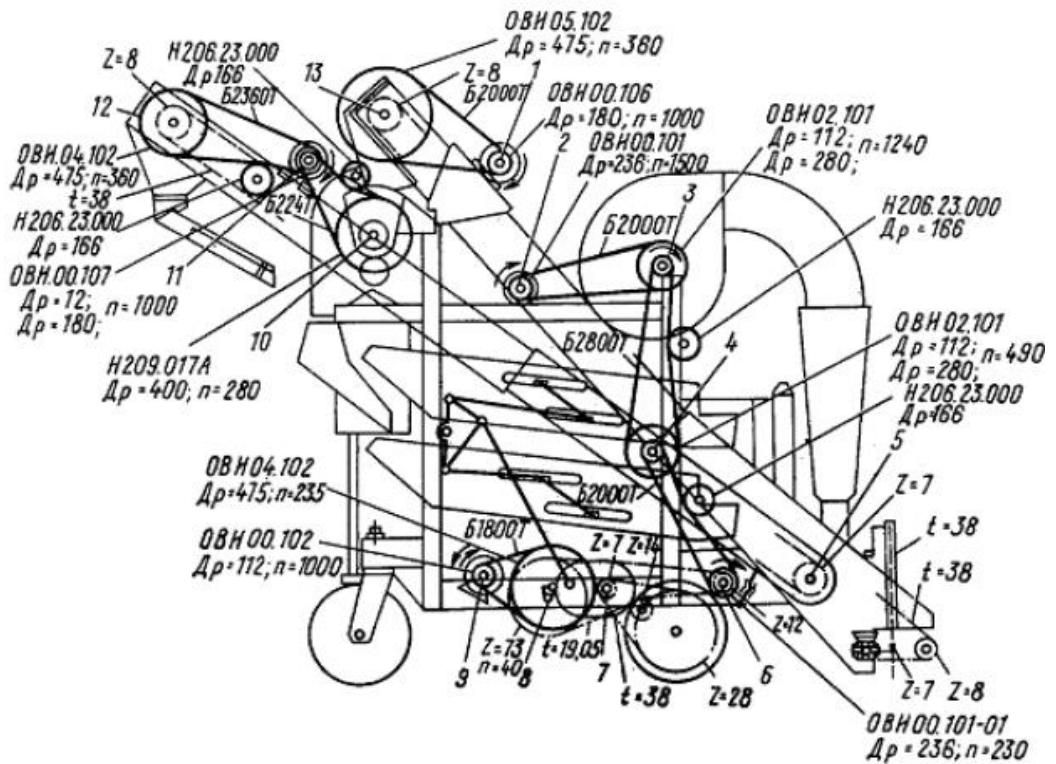
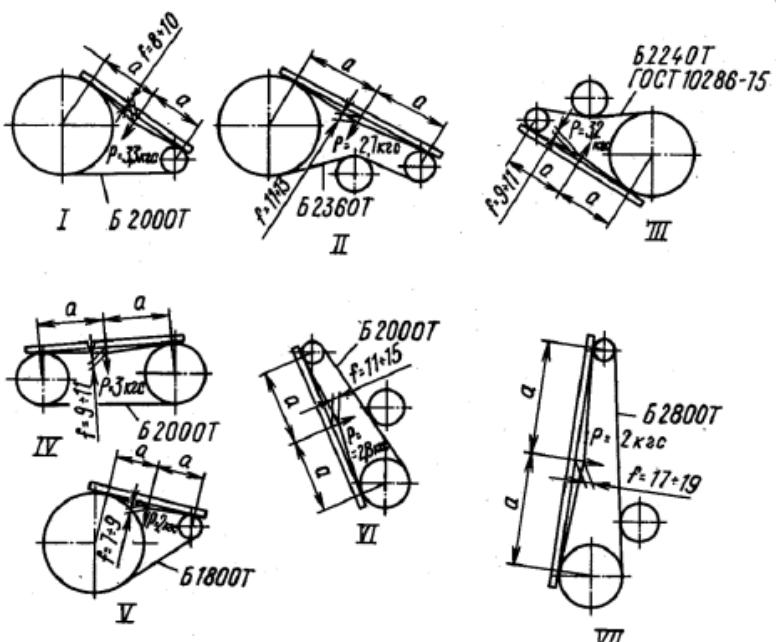

Рис. 14 Схема расположения ремней и цепей
Рис. 15 Схема контроля и натяжения ремней и цепей
- наденьте приводные ремни на шкивы рабочих органов согласно схеме передач (рис. 14). При надевании ремня сначала освободите натяжное устройство. Надевать ремень на шкив при помощи ломика категорически запрещается, так как при этом возможно повреждение ремня. Если новый ремень трудно надеть, снимите один из шкивов, заведите в ручей ремень и поставьте шкивы на место. В этом случае натяжным шкивом следует временно не пользоваться. Для нормальной работы ременной передачи необходимо следить за плоскостностью контура и натяжением ремня (рис. 15), регулируя положение натяжных шкивов на валах;
- цепи отгрузчика и загрузчика натянуть устройствами расположеннымими в верхних секциях транспортеров (рис. 14). Если натяжное устройство не обеспечивает натяжение цепи, необходимо удалить из нее 1—2 звена и после этого произвести натяжение;